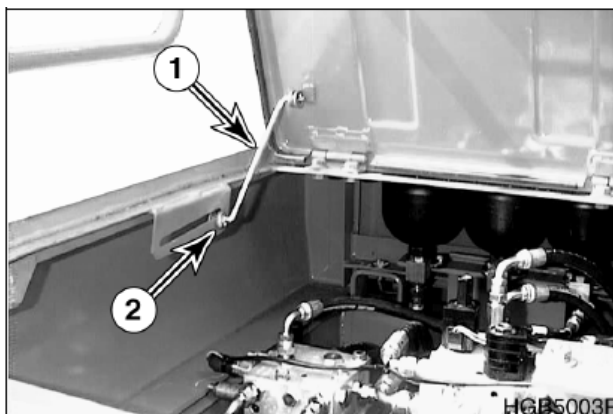

Рис. 120
Открыть дверь и вытянуть опорный стержень (1, рис.120) в отверстие (2), пока он не заблокируется в прорези в конце щели.